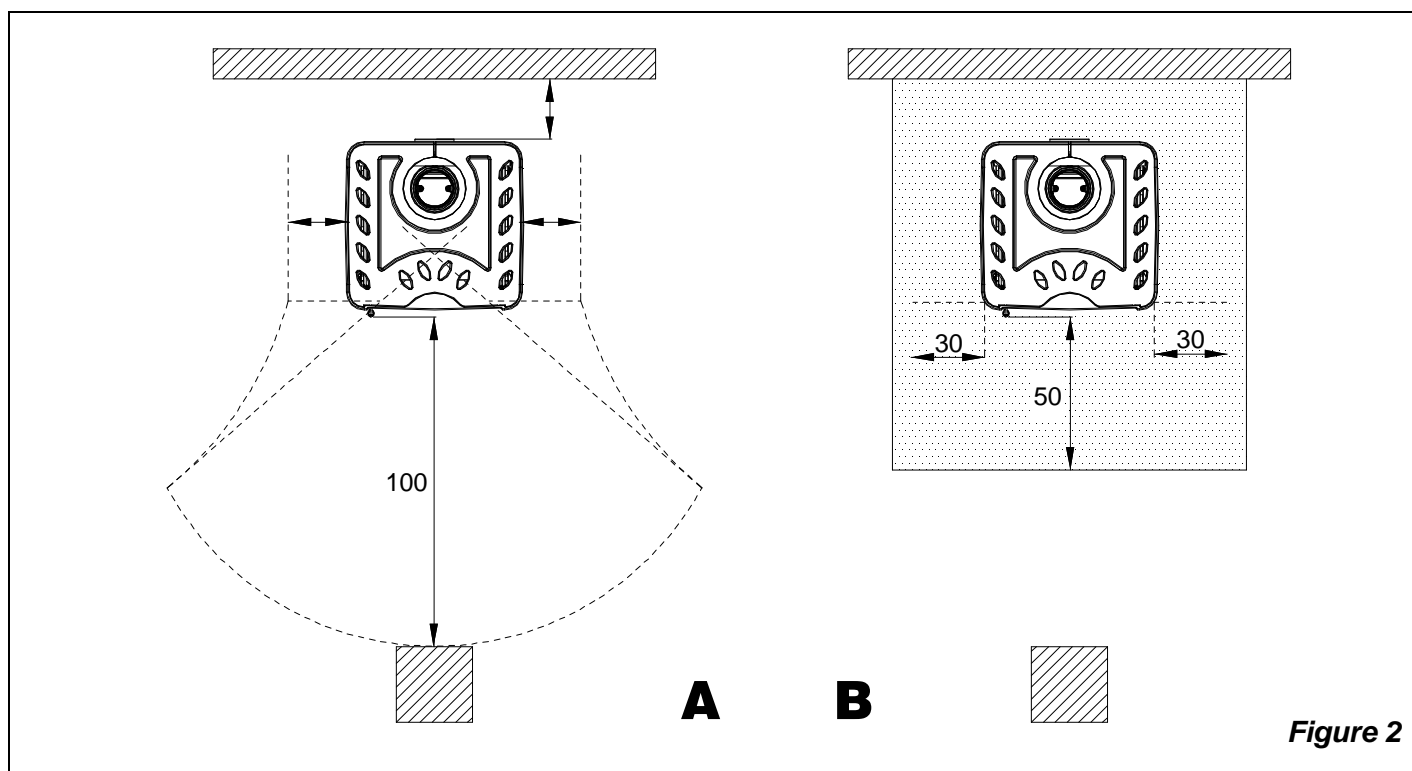

Figure 2
- pour assurer une isolation thermique suffisante, respecter la distance minimale de sécurité entre le poêle et les éléments de construction et objets inflammables et sensibles à la chaleur (meubles, revêtements en bois, tissus, etc.) (voir Figure 2 **A**). **Toutes les distances minimales de sécurité sont indiquées dans l'étiquette du produit et on ne doit PAS descendre au-dessous des valeurs indiquées.**
- si le produit est installé sur un sol de matériau inflammable, prévoir une base ignifuge. **Les sols composés par matériaux inflammables**, comme moquette, parquet ou liège etc., **doivent être remplacés** par une couche de matériel pas inflammable, par exemple céramique, pierre, vitre ou acier etc.. (dimensions selon les dispositions régionales). **Si le remplacement du sol n'est pas possible, l'appareil doit être placé sur une dalle en pierre ou en béton d'une épaisseur minimum 12 cm.** Le fond de sol doit dépasser d'au moins **50 cm.** de face et d'au moins **30 cm.** sur les côtés, au-delà de l'ouverture de la porte de chargement (voir Figure 2 **B**).